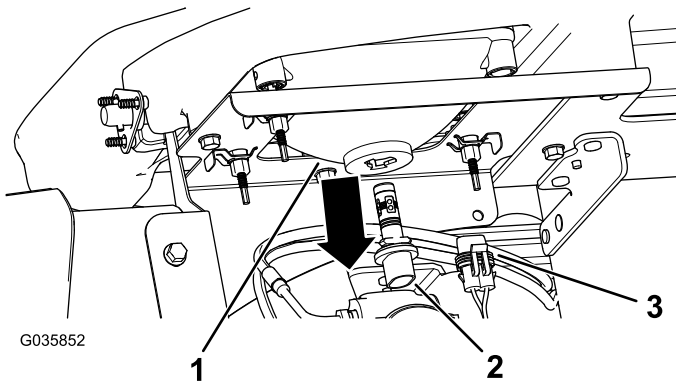

Bild 52
3. Schließen Sie den elektrischen Anschluss für den Kabelbaum vom Lampenanschluss hinten am Scheinwerfergehäuse ab (Bild 52).
4. Drehen Sie die Birne um eine Viertelumdrehung nach links und bewegen sie nach hinten aus dem Lampengehäuse (Bild 52).
5. Setzen Sie die neue Birne und das neue Scheinwerfergehäuse ein und fluchten Sie die Nasen in der Birne mit den Schlitzen im Scheinwerfergehäuse aus (Bild 52).
6. Drehen Sie die Lampe um eine Vierteldrehung nach rechts, um sie zu befestigen (Bild 52).
7. Schließen Sie den elektrischen Anschluss für den Kabelbaum am Anschluss der neuen Lampe an (Bild 52).